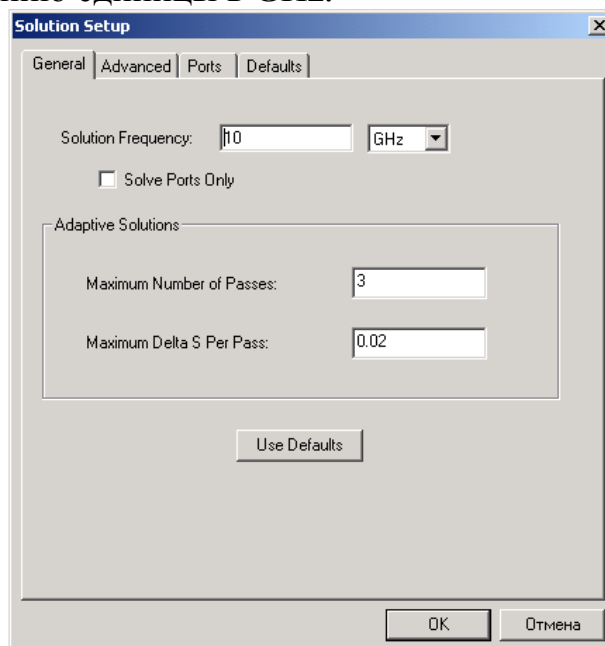

Рис. 6.25. Диалоговое окно установки решения
1. В дереве проекта, под узлом проекта TeeModel, щелкните правой кнопкой мыши **Analysis**, и затем нажмите **Add Solution Setup** в выплывающем меню. Появляется диалоговое окно Solution Setup (рис. 6.25).